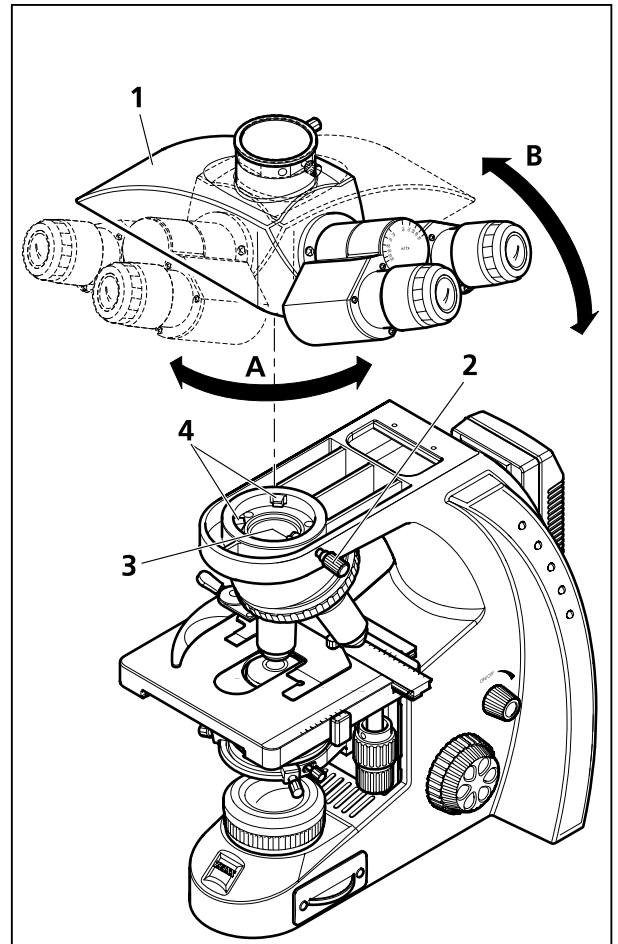

图 26 更换镜筒
- 松开固定螺丝(图 26/2), 将现有的镜筒 (图 26/1) 大约向右旋转 90°(图 26/A) 然后从右侧向上取下 (图 26/B)。
- 将需要安装的镜筒（目镜朝右）通过其燕尾圈，稍微倾斜从两个支承件（图 26/4）的下方装入座架。
- 然后将镜筒水平安放在座架上。此时镜筒下部的槽孔必须位于主机上的第三个支承件（图 26/3）上。
- 镜筒向左旋转 45°（目镜朝前），在座架上校准，然后拧紧固定螺丝（图 26/2）。